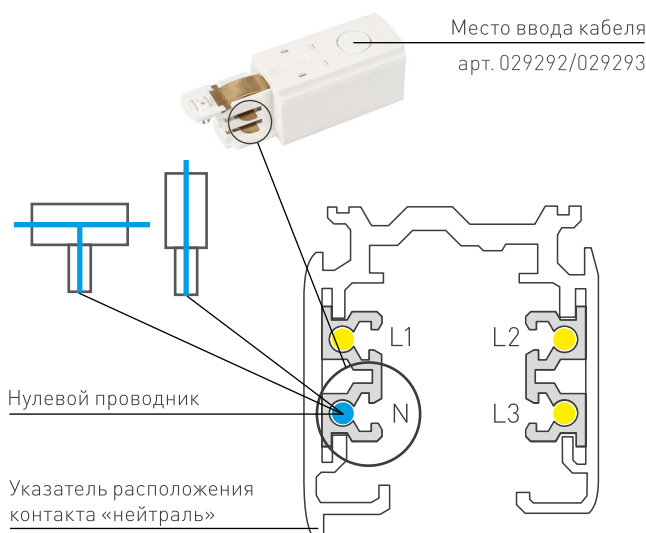

Рисунок 2. Выбор коннектора в зависимости от расположения нулевого контакта на шинопроводе
2. На корпусе коннекторов есть соответствующие обозначения стороны расположения «нейтрали» (рис. 2).